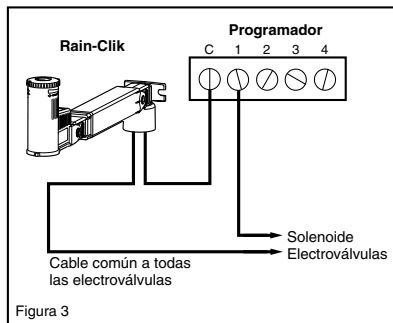

Figura 3
- A. Solamente electroválvulas de 24 voltios. (Sin arranque de bomba) (Ver Figura 3)